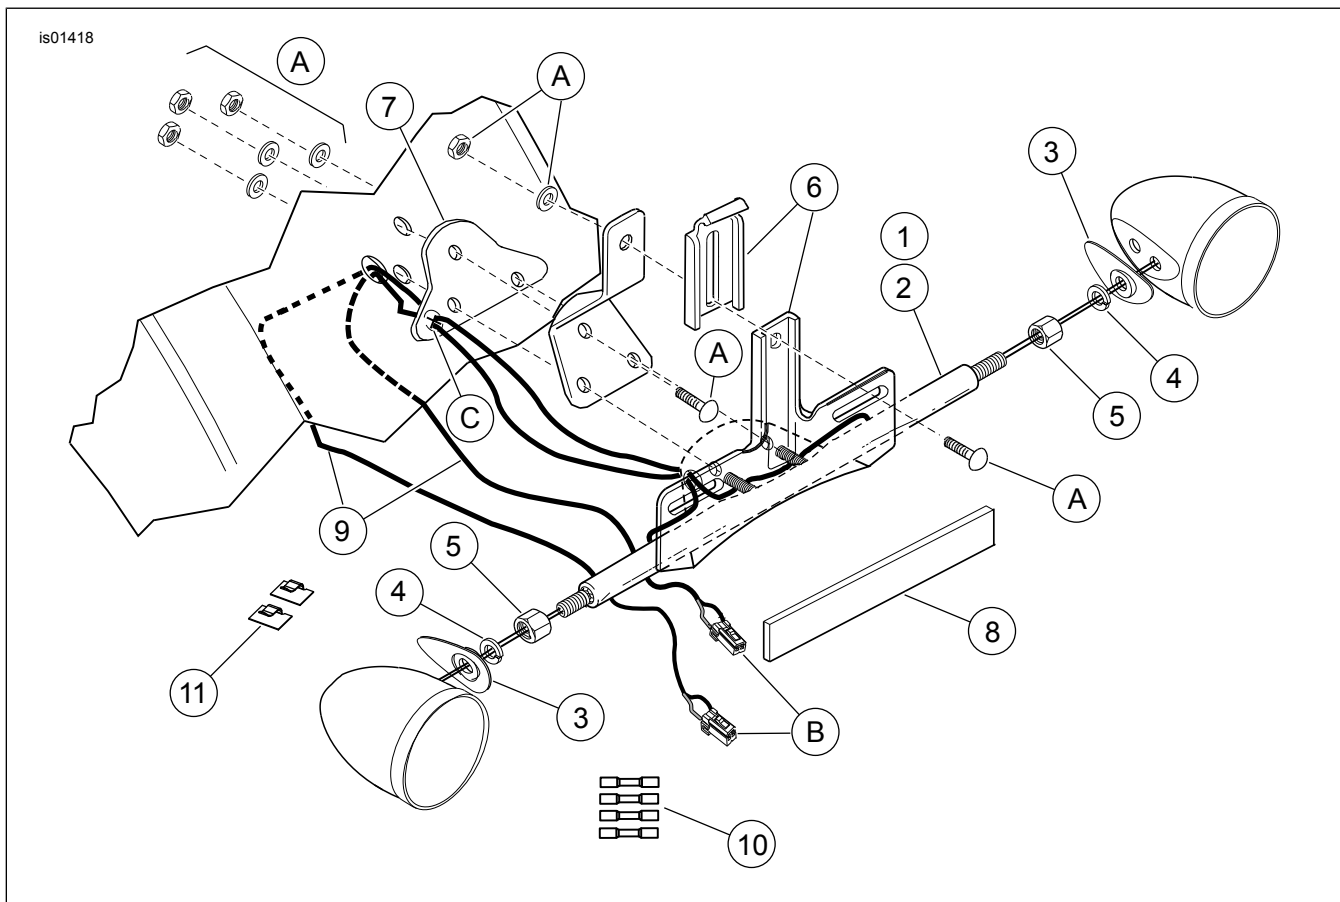

Figura 6. Parti di ricambio: kit borse portapacchi in pelle per modelli Sportster
1. Vedere la Figura 6. Rimuovere la staffa della targa esistente dal parafrangente, annotando il modo in cui è eseguito il montaggio delle parti. Gettare via la staffa della targa, ma tenere da parte la restante bulloneria per installare la nuova staffa della targa fornita con il kit.